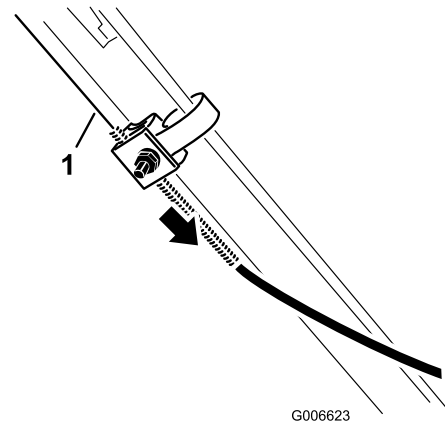

Figure 28
3. Tirez la gaine du câble vers le bas jusqu'à ce qu'il n'y ait plus de mou dans le câble exposé (Figure 28).